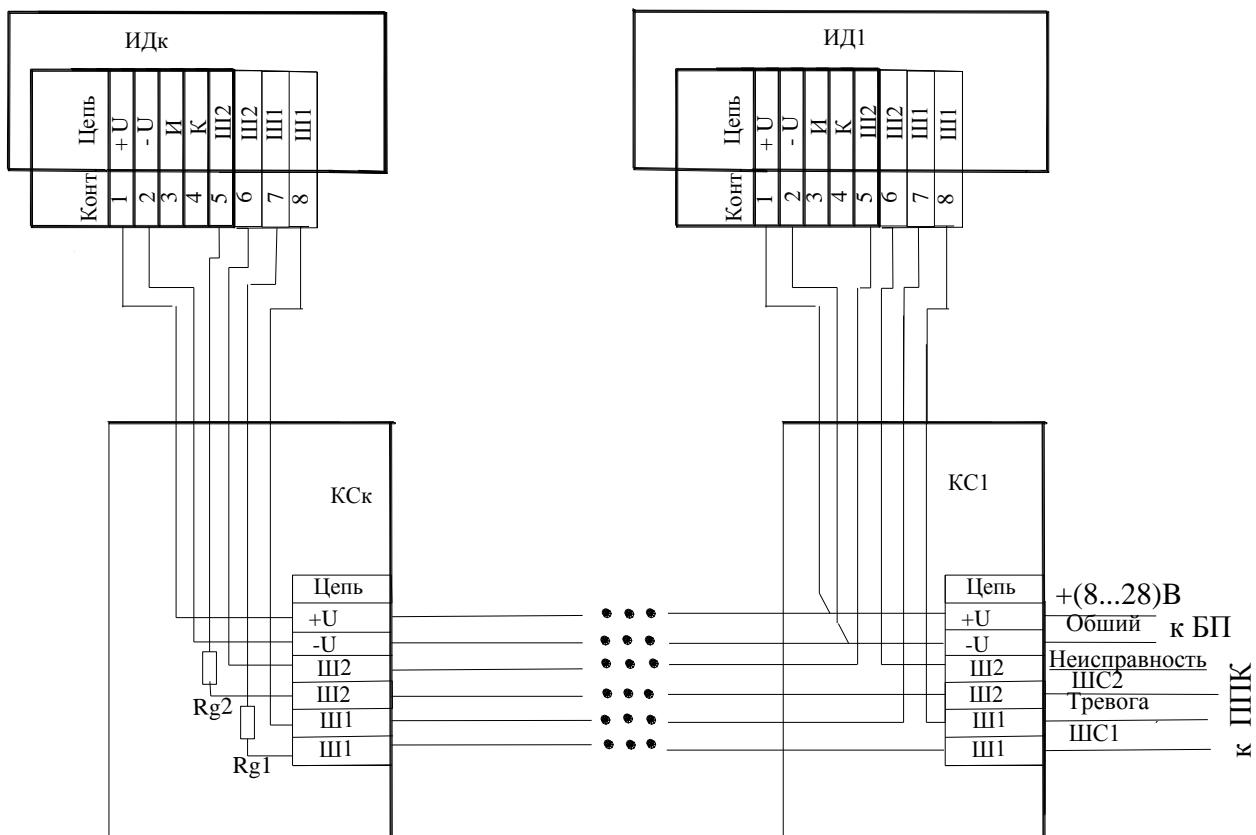

Рис.1.5 Схема последовательного соединения нескольких извещателей ИД1...ИДк с использованием соединительных коробок КС1...КСк.
1.5.7 Возможно последовательное соединение нескольких извещателей при одиночном включении (рис.1.5). В этом случае извещатели включаются в шлейфы **ТРЕВОГА** и **НЕИСПРАВНОСТЬ** по схеме **«монтажное ИЛИ»**.
Соединение извещателей необходимо производить через герметичные разветвительные коробки или УЗГ-И24 в соответствии с рис. 1.5, рис. 1.6.